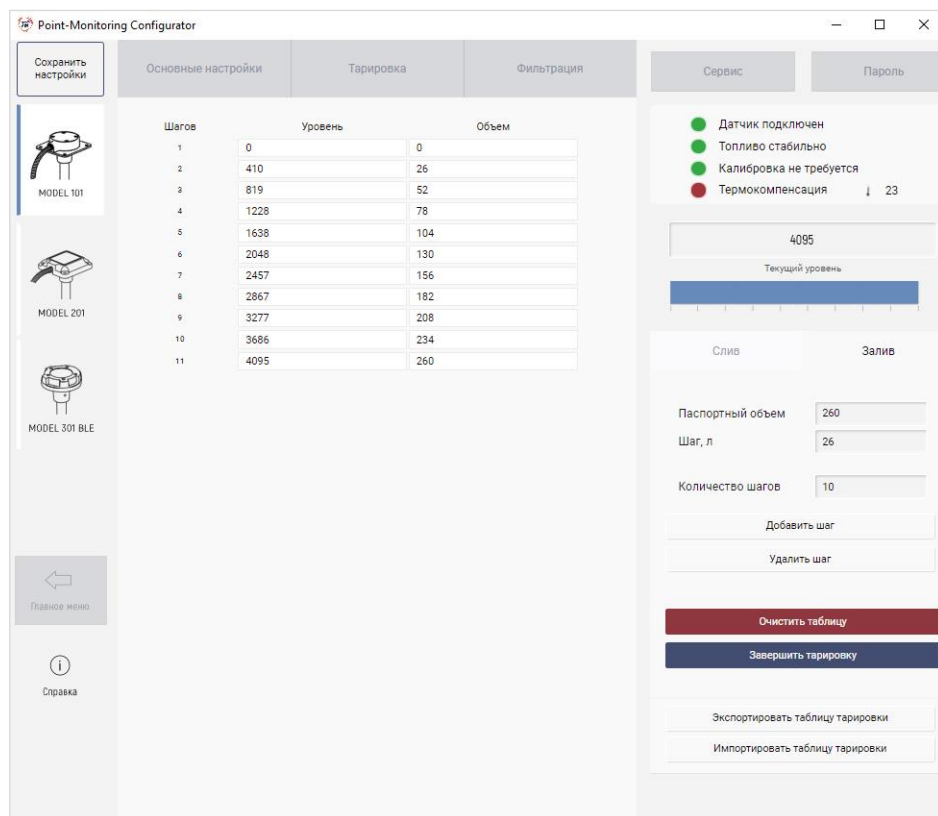

Рис. 36 – Окно программы по завершении процесса тарировки
- 5) Повторить пункты 3-4 до полной заправки бака. По завершении процесса тарировки окно программы будет выглядеть так, как представлено на *Рис.36*.